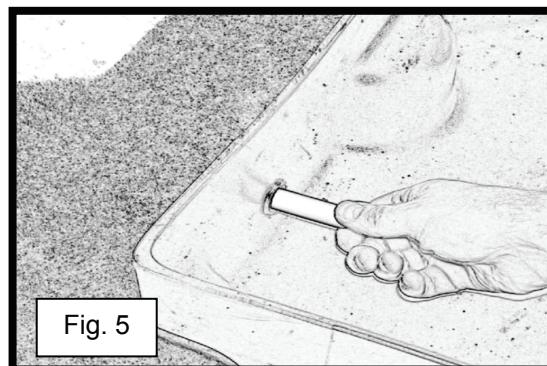

Fig. 5
- 4) När alla genomföringar är på plats, skall teflonröret placeras i den första genomföringen. Passa in rörets utsida mot genomföringens insida (se fig. 5). Se till att du har fört in röret tillräckligt långt i genomföringen så att den håller sig själv.